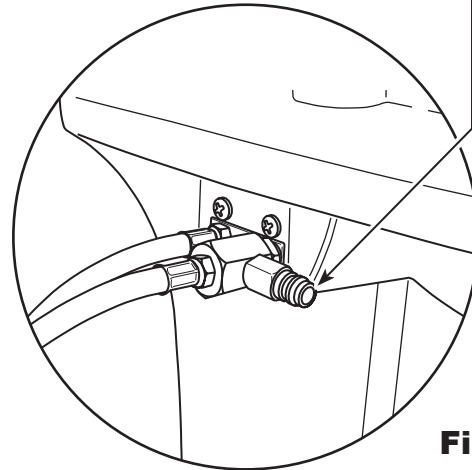

Figura 31
1. Con la máquina aún conectada al vehículo y los acopladores abiertos, conecte el acoplador del lado bajo (azul) de la 25700 al puerto de recuperación de contaminante en la parte posterior de la máquina. Consulte la Figura 31. Abra las válvulas del acoplador.